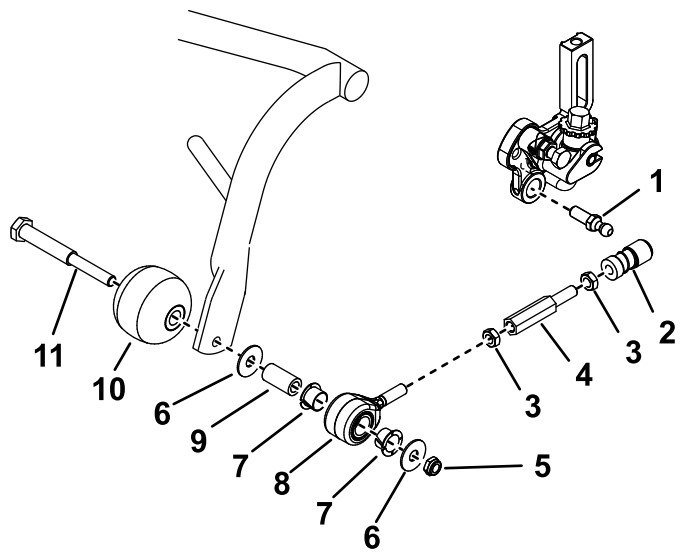

図 3
1. スリーブをボールジョイントの位置まで引き戻し、ボールスタッドからレシーバーを外す 図 3。
2. 芝削り防止ローラとプルリンクアセンブリを左右のキャリアフレームに固定しているロックナットとローラシャフトを取り外す 図 3。
3. プルリンクアセンブリを分解する 図 3。